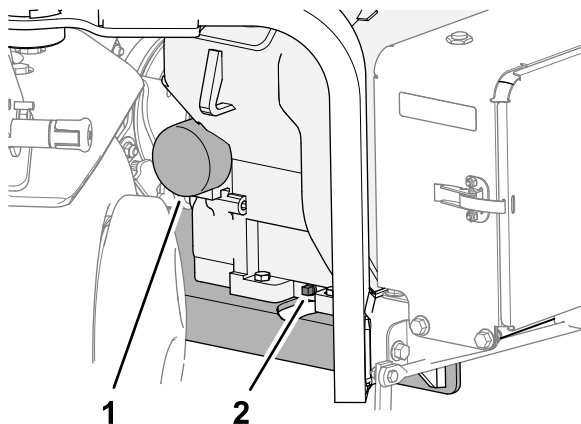

Figura 150
3. Coloque un recipiente debajo del tapón de vaciado del aceite y retire el tapón (Figura 150).
1. Coloque un recipiente poco profundo debajo del filtro y retire el filtro (Figura 150).
6. Enrosque el filtro de aceite en el adaptador del filtro hasta que la junta entre en contacto con el adaptador (Figura 150) y, a continuación, apriete el filtro media vuelta más.